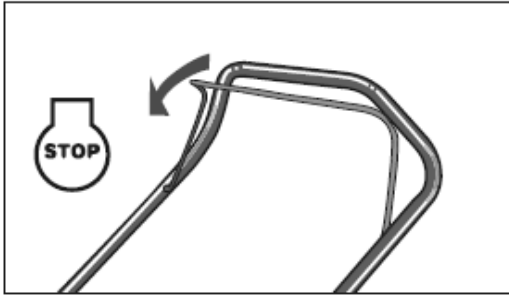

Fig.9
1. Suelte la manivela de mando del freno para detener el motor y la cuchilla. (Fig.9)